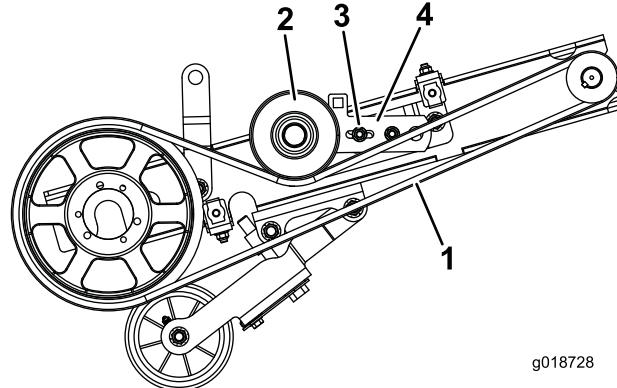

Bild 24
1. Entfernen Sie die Mutter und Schraube, mit denen die Spannscheibenhalterung (Schraube im geschlitzten Loch in der Halterung) an der Einstellhalterung für die Spannung befestigt ist (Bild 24).
4. Entfernen Sie die untere Riemenschutzvorrichtung und den Spindeltreibriemen (Bild 24).